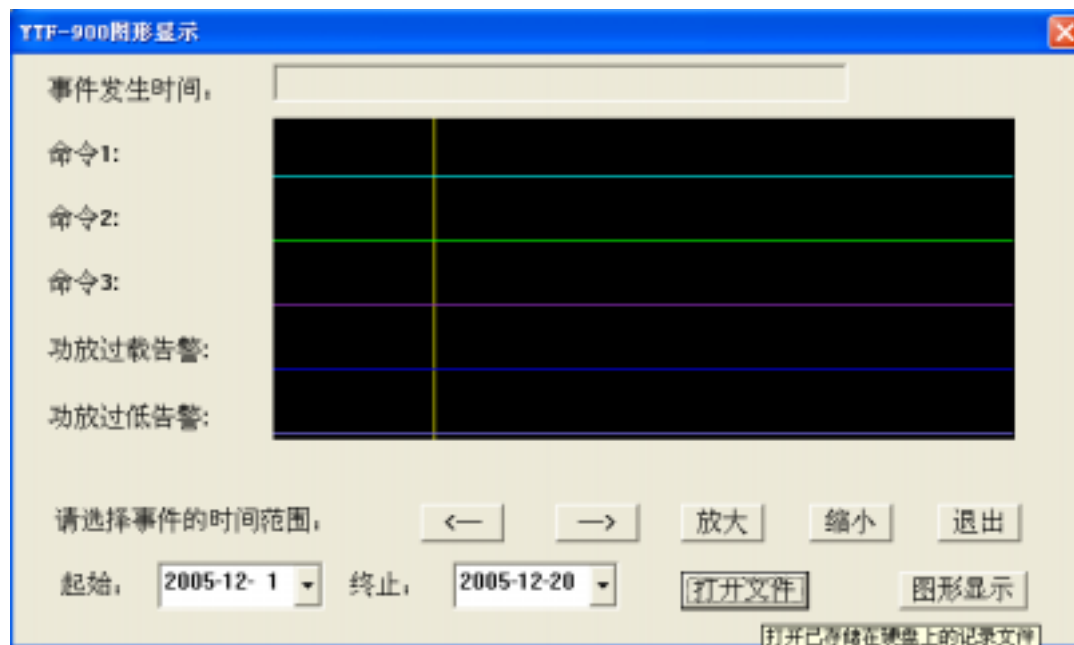

图 34
5)单击“图形显示”按钮,将显示“YTF-900 图形显示”界面,在该界面上可以显示“命令 1”,“命令 2”,“命令 3”,“功放过载告警”,“功放过低告警”,等事件的波形。如图 34